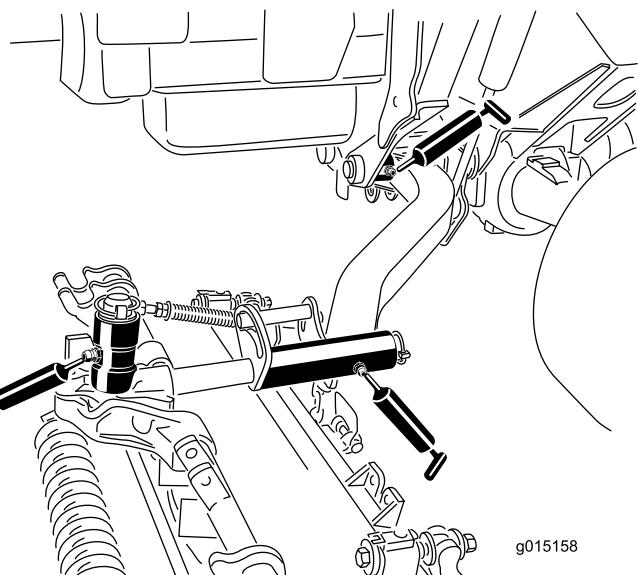

Bild 85
- Schneideeinheit-Trägerrahmen (2 pro Schneideeinheit) (Bild 85)
- Schneideeinheit-Hubarmgelenk (1 pro Schneideeinheit) (Bild 85)
- Hubarm-Drehbüchsen (1 pro Schneideeinheit) (Bild 85)